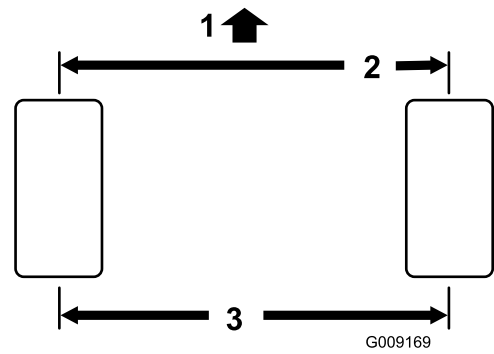

図 72
1. 後輪の前と後ろで、左右のタイヤの中央線間距離を測る（アクスルの高さ位置で計測）。前での計測が 3mm 小さければ正常である（図 72）。